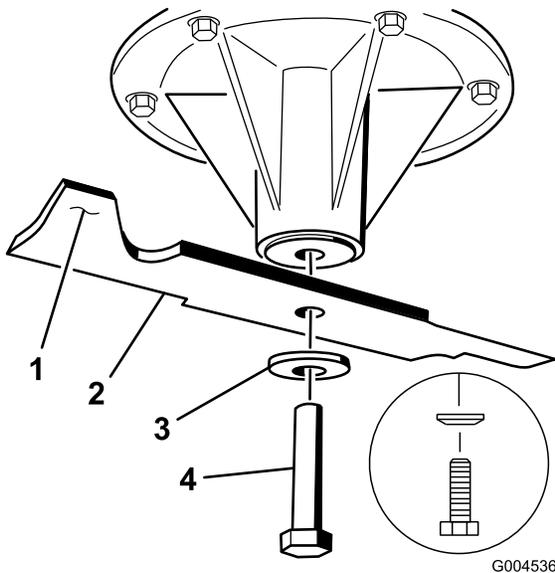

Bild 82
- Setzen Sie das Messer auf die Spindelwelle (Bild 82).
- Setzen Sie die Federscheibe und die Messerschraube ein (Bild 82).
Hinweis: Der Konus der Federscheibe muss bei der Installation in Richtung Schraubenkopf zeigen (Bild 82).